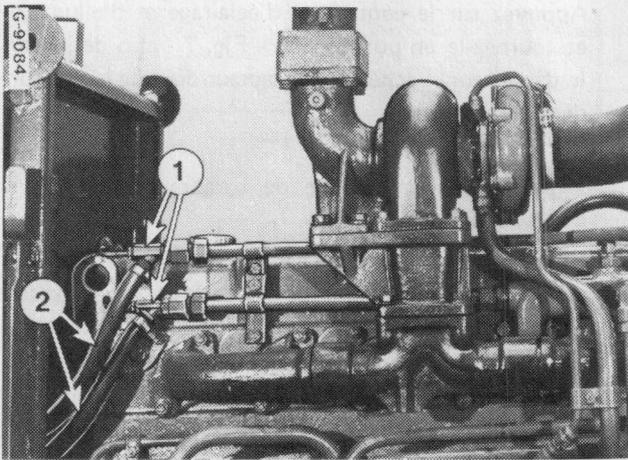

Figure 14
Tournez les deux robinets sur moteur (1), fig. 14, afin d'ouvrir le circuit de chauffage. Fermez-les quand vous ne chauffez pas.